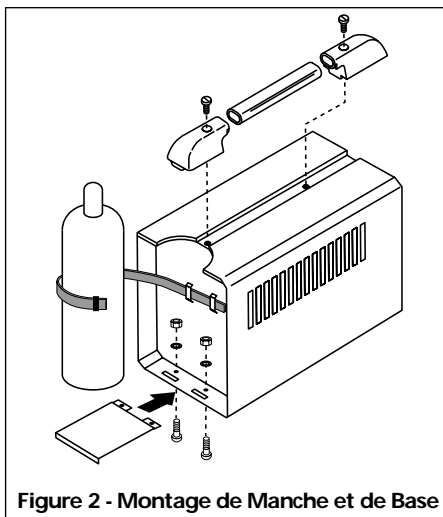

Figure 2 - Montage de Manche et de Base
1. Glisser le manche dans les bouts en plastique tel qu'indiqué (Fig. 2).
4. Fixer la base de la bouteille au modèle tel qu'indiqué (Fig. 2).